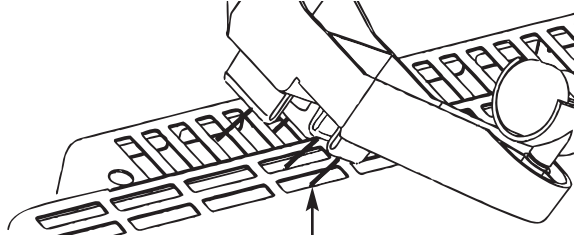

Figure 1
- Si l'appareil de chauffage doit être utilisé comme unité **autonome**, il faut fixer dessus ses pieds de support. Sortez ces deux pieds de la boîte d'accessoires. Posez l'appareil sur le sol, insérez les deux pieds dans les trous rectangulaires sur les côtés droit et gauche près de l'extrémité du bas de l'appareil, en vous assurant de bien adapter les 4 fixations de chaque pied dans les trous (voir la Figure 1). Appuyez fermement pour enclencher en position (un petit tournevis plat peut être nécessaire pour insérer les clips). Une fois les deux côtés équipés, remettez l'appareil de chauffage droit sur ses roulettes, et passez à la MISE EN ŒUVRE.